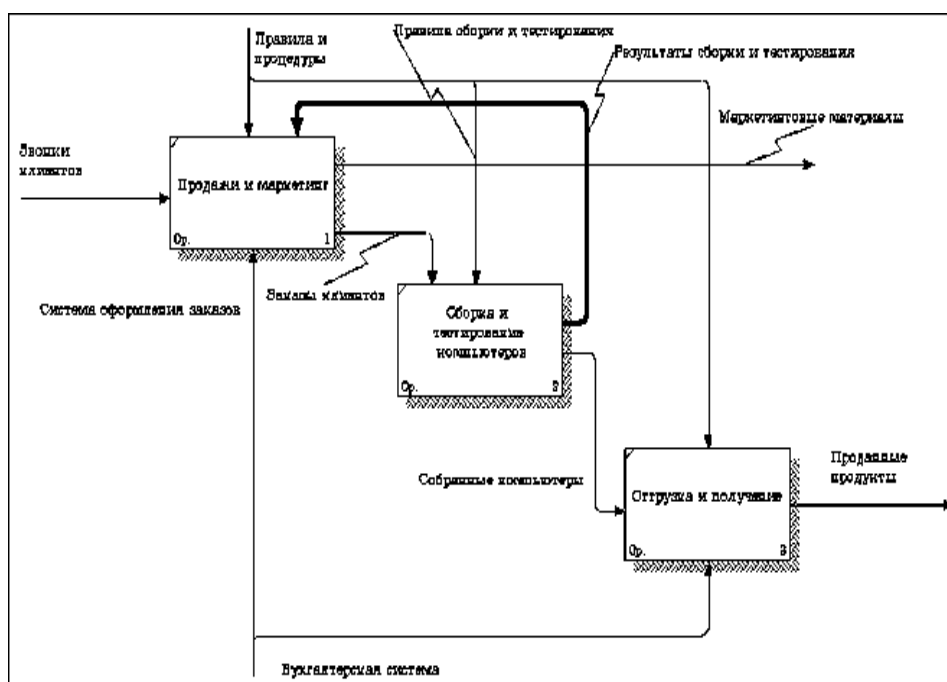

Рис. 56. Результат выполнения лабораторной работы 2 – диаграмма А0
11. Для стрелки "Маркетинговые материалы" выберите опцию **Trim** (упорядочить, подровнять, обрезать) из контекстного меню. Результат выполнения лабораторной работы 2 показан на рис. 56.